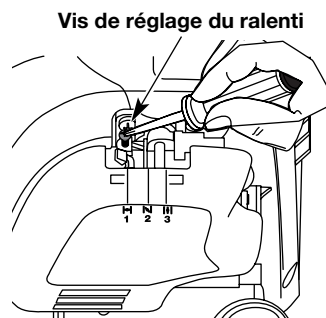

Fig. 51
La vitesse de ralenti du moteur est réglable à l'aide d'une vis de réglage accessible par un trou situé sur le dessus du couvercle du moteur (Fig. 51).
2. Relâchez la manette des gaz et laissez le moteur tourner au ralenti. Si le moteur s'arrête, insérez un tournevis cruciforme entre la couverture du filtre à air et celle du moteur (Fig. 51). Tournez la vis du ralenti dans le sens des aiguilles d'une montre, 1/8 de tour à la fois (selon le besoin) jusqu'à ce que le moteur tourne au ralenti sans à-coups.